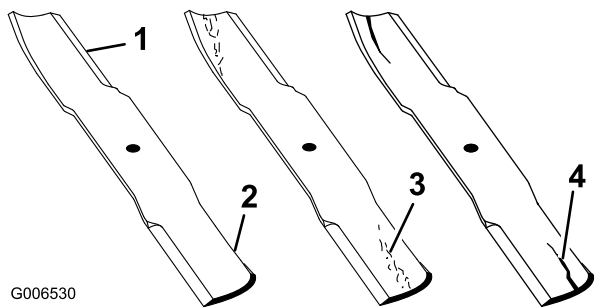

Figura 76
1. Inspeção nas extremidades de corte (Figura 76).
4. Se verificar quaisquer fissuras, desgaste, ou a formação de ranhuras nesta área instale imediatamente uma lâmina nova (Figura 76).